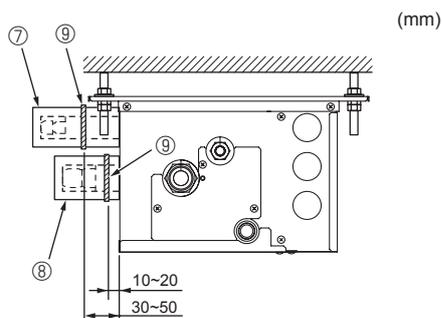

Fig. 7-4
- ⓕ Band ⑨
- ⓖ Rörskydd ⑦ ④ ⑤ ⑥
► Gör på följande sätt för de delar av avgreningsdosan som ej är anslutna till en inomhusenhet. (Fig. 7-4)
- (1) För att förhindra läckage av köldmedel, dra åt de flänsade muttrarna till angivet vridmoment* enligt tabell 3.
- (2) För att förhindra kondensation, montera rörskydd ⑦ ⑧ och sätt fast dem med de medföljande banden ⑨.